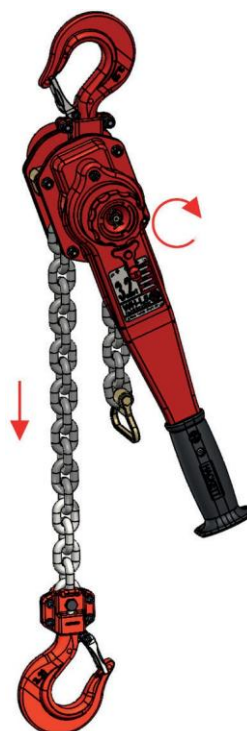

Figure 3
4. Pour réembrayer le mécanisme, tenez la chaîne en place puis renfoncez la roue manuelle en la tournant dans le sens horaire tel que montré dans la figure 3.